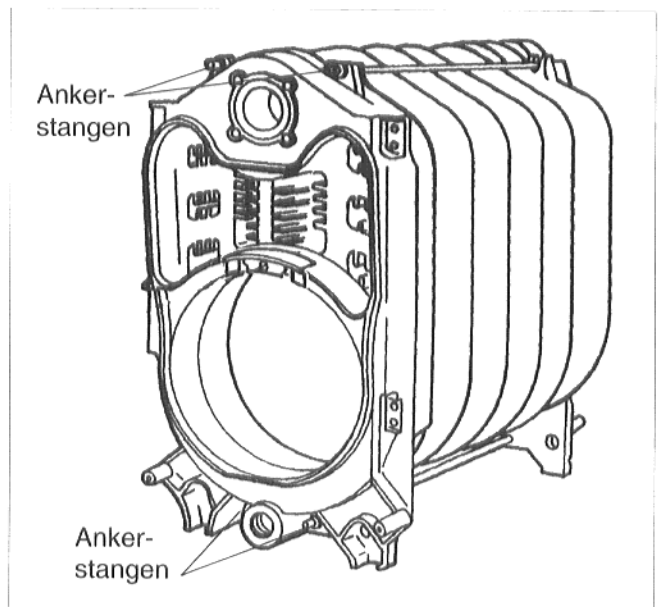

Abb. 11
- Ankerstangen oben und unten neben den Kesselnaben einsetzen und die Muttern anziehen (Abb. 11).